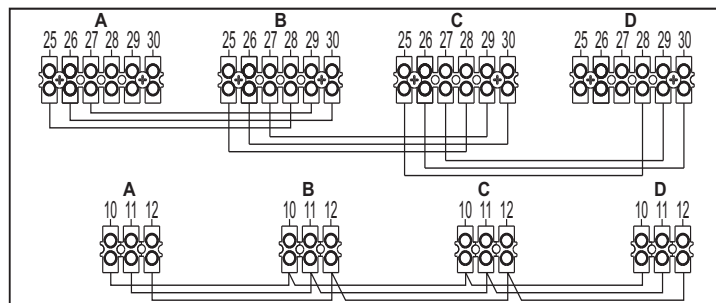

fig. 36 - Montage en cascade
1. Relier les modules comme le montre la fig. 36 (exemple avec 4 modules)
Si cela ne se produit pas, couper l'alimentation électrique et contrôler le câblage fig. 36.